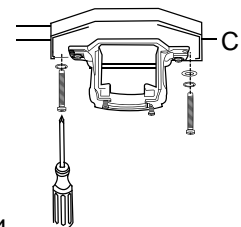

Fig. 4
4. Asegure el soporte de montaje (C) a la caja de salida con los tornillos, las arandelas de resorte, y las arandelas planas provistos con la caja de salida. [Fig. 4] *Es muy importante usar los artículos de ferretería correctos al instalar el soporte de montaje puesto que sirve para sostener el ventilador.*
**Importante:** Si usa el montaje en ángulo, asegúrese de instalar el soporte de montaje (C) con la abertura orientada hacia el punto más alto del techo.